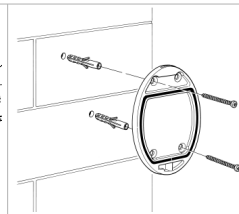

Abb. 3
- Den Boden vom digitalen Codeschloss entfernen und mit den Schrauben an der Wand befestigen - Abb. 3